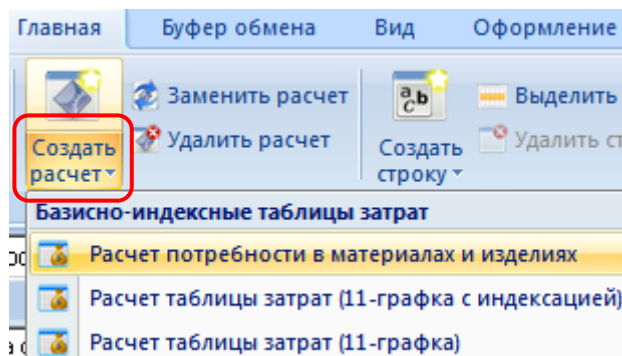

Рис. 1.30 Раскрывающийся список команды Создать расчет
2. На вкладке **Главная** нажать на стрелку, расположенную ниже команды **Создать расчет** (рис. 1.30);